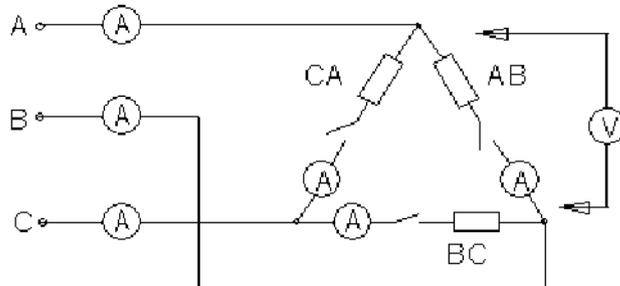

Рис.6
3. Собрать электрическую цепь по схеме (рисунок 6). ВНИМАНИЕ: Работу проводить при линейном напряжении 220В.